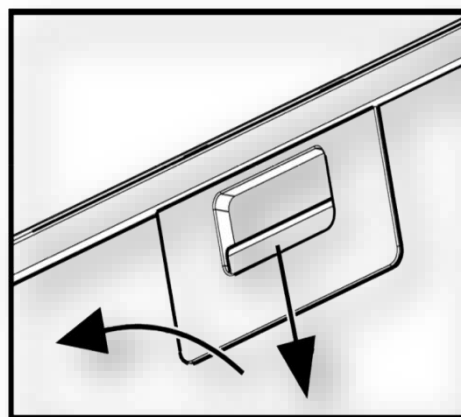

Рис.6
8.7 Для зняття алюмінієвого фільтра (**рис.6**) слід натиснути на пружинну засувку і, потягнувши на себе і вниз, зняти фільтр з панелі. Встановлення фільтру виконати в зворотному порядку.